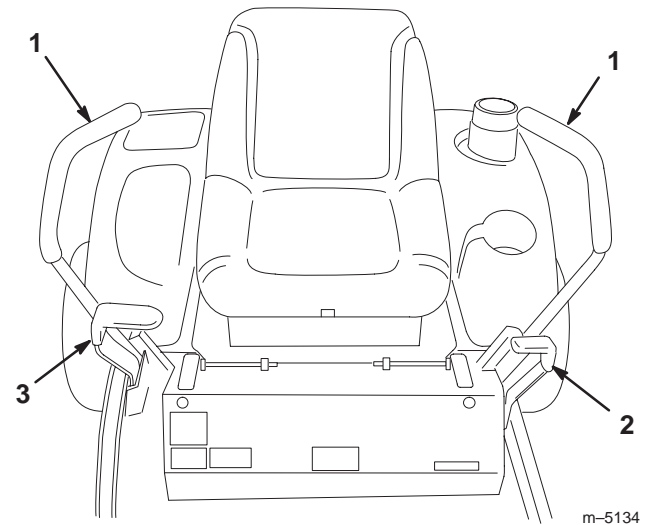

Bild 4
1. Stellen Sie die Fahrtriebshebel (Bild 4) in die Neutralsperrstellung.